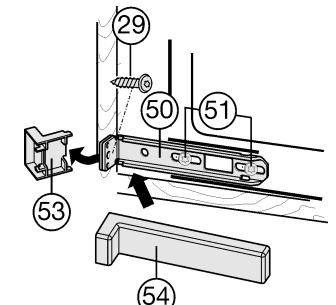

Fig. 17
- Schrauben Fig. 17 (51) etwas lockern.
- Unteren Befestigungswinkel Fig. 17 (50) mit Spanplattenschraube Fig. 17 (29) Ø4x19 an der Möbelwand fest-schrauben.
- Das überstehende Ende der Abdeckung Fig. 17 (53) abbrechen. Es wird nicht mehr benötigt.
- Schrauben Fig. 17 (51) festziehen.
- Abdeckung Fig. 17 (54) auf den unteren Befestigungswinkel Fig. 17 (50) aufsetzen.